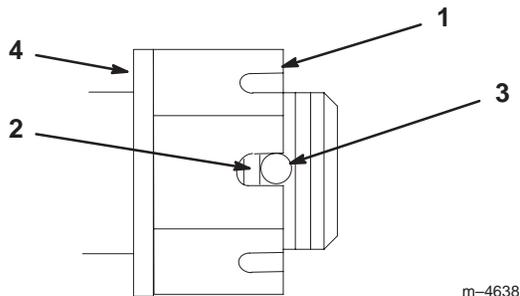

Figure 47
3. Serrez le boulon crénelé à 169 Nm (125 pieds-livres) (Fig. 47).
4. Mesurez l'espace entre la base de la fente de l'écrou et le bord intérieur du trou. On ne doit pas voir plus de deux filets (Fig. 47).
5. Si plus de deux filets sont visibles, enlevez l'écrou et placez une rondelle entre le moyeu et l'écrou (Fig. 47).
6. Serrez le boulon crénelé à 169 Nm (125 pieds-livres) (Fig. 47).
7. Serrez l'écrou jusqu'à ce que le jeu de fentes suivant soit en face du trou de l'axe (Fig. 47).